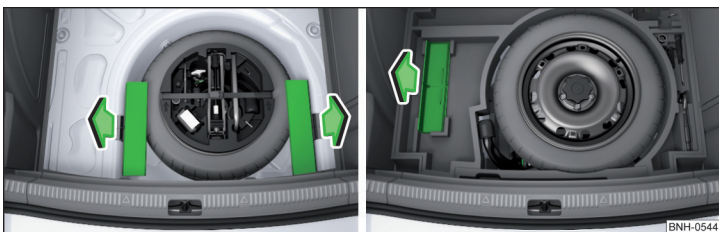
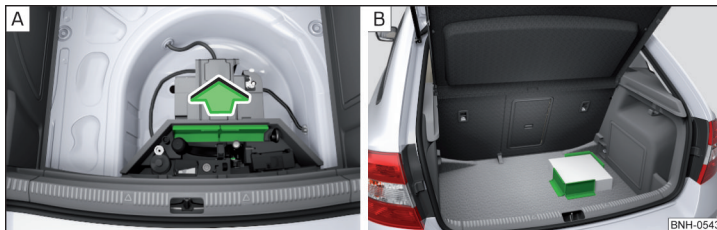

Abb. 90 Cargo-Elemente herausnehmen: Variante 1 / Variante 2
Abb. 91 Cargo-Elemente herausnehmen: Variante 3 / Befestigungsbeispiel der Ladung mittels des Cargo-Elements
- » Die Cargo-Elemente in Pfeilrichtung herausnehmen » Abb. 90 bzw. » Abb. 91 - **A**.
- » Die Cargo-Elemente mit Klettverschluss möglichst in der Nähe der Rücksitze auf dem Bodenbelag des Gepäckraums » Abb. 91 - **B** oder auf der Stoffseite des beidseitigen Bodenbelags befestigen.